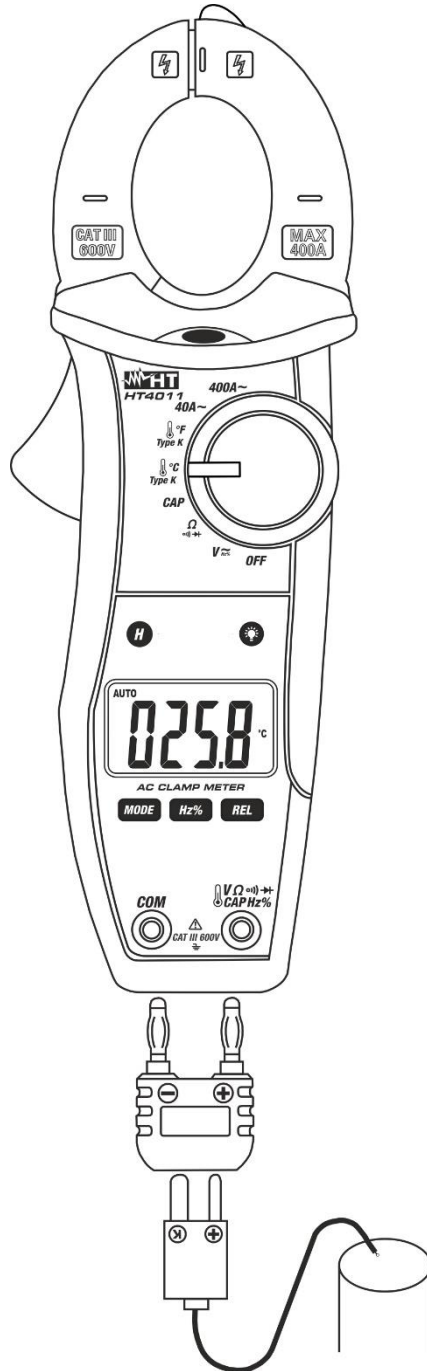

Fig. 9: Uso da pinça para medição da Temperatura
2. Inserir a sonda tipo K (fornecida) nos terminais de entrada **VΩ~ CAPHz%** e **COM** através do respectivo adaptador, respeitando a polaridade mostrada na Fig. 9. O valor da temperatura é apresentado no display